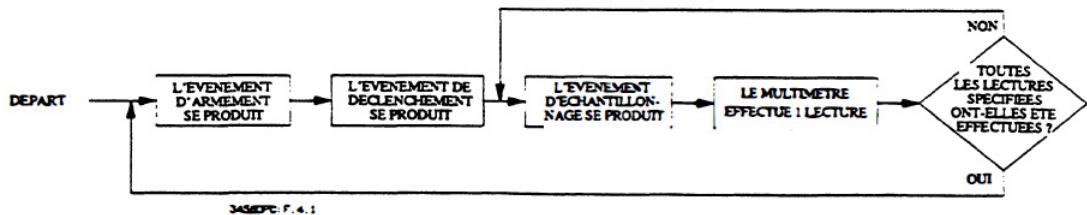

Figure 4-1 Hiérarchie des déclenchements
Avant que le 3458A puisse effectuer une lecture ou une série de lectures, trois événements distincts (1) l'événement d'armement de déclenchement, (2) l'événement de déclenchement et (3) l'événement d'échantillonnage doivent être satisfaits, et dans l'ordre indiqué. Le sous-échantillonnage (décrit dans le chapitre 5) et l'armement multiple (décrit dans ce chapitre) constituent les deux seules exceptions à cette hiérarchie de déclenchement. Comme l'illustre la figure 4-1, lorsque les trois événements se sont produits dans cet ordre, le multimètre commence la ou les mesure(s) spécifiée(s). Dans l'état de mise sous tension, l'instrument est configuré pour lire en continu (les trois événements sont en mode AUTOmatique). Dans la plupart des applications, vous n'aurez à utiliser qu'un seul ou deux de ces événements et à laisser celui ou ceux qui reste(nt) à AUTO. Cette partie décrit les différents événements qui peuvent être utilisés pour satisfaire les conditions d'armement, de déclenchement et d'échantillonnage et renferme plusieurs exemples qui illustrent l'utilisation de ces événements.